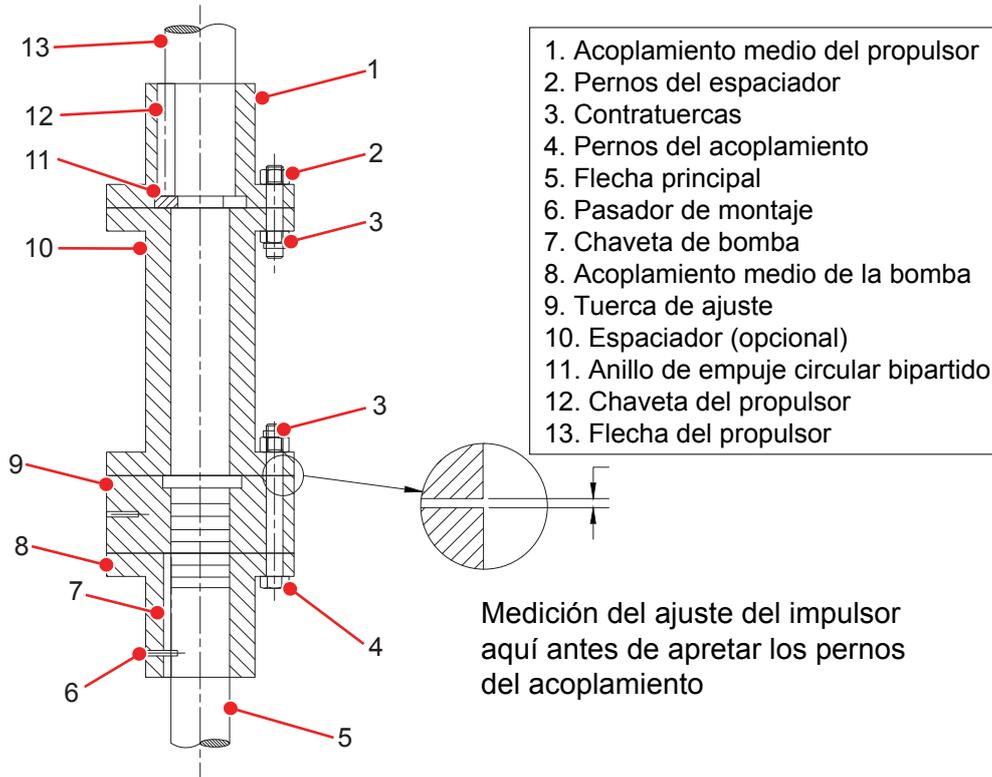

Figura 5-7: Acoplamiento bridado ajustable para propulsores de flecha sólida
13. Enrosque la tuerca de ajuste hasta que haya un espacio de 1/8" entre la tuerca y espaciador o acoplamiento medio del propulsor (consulte Figura 5-7 en la página 32).
3. Enrosque la tuerca de ajuste hasta que se pueda medir el ajuste adecuado del impulsor como se describe en “Ajuste del impulsor - Generalidades” en la página 29 entre la tuerca de ajuste y el espaciador o acoplamiento medio del propulsor como se muestra en Figura 5-7 en la página 32.